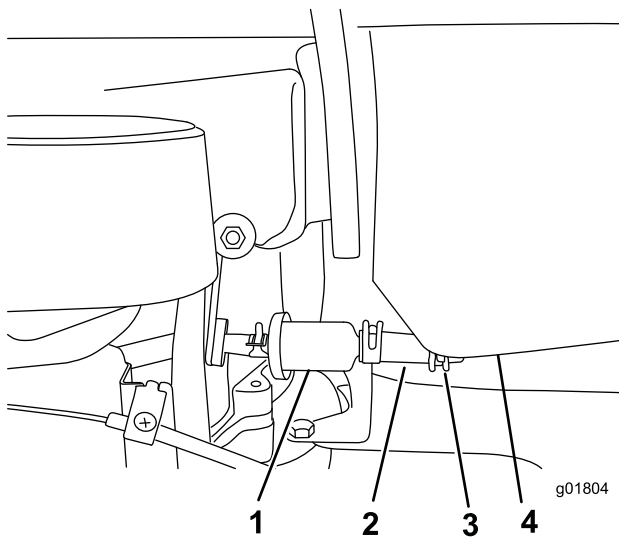

Figure 6
1. Clip en plastique de réservoir de carburant (2)
3. Insérez le collier sur la conduite de carburant venant du filtre à carburant (Figure 6).
4. Raccordez l'extrémité de la conduite de carburant au raccord du réservoir de carburant (Figure 6).
5. Fixez la conduite de carburant au réservoir de carburant avec un collier (Figure 6).